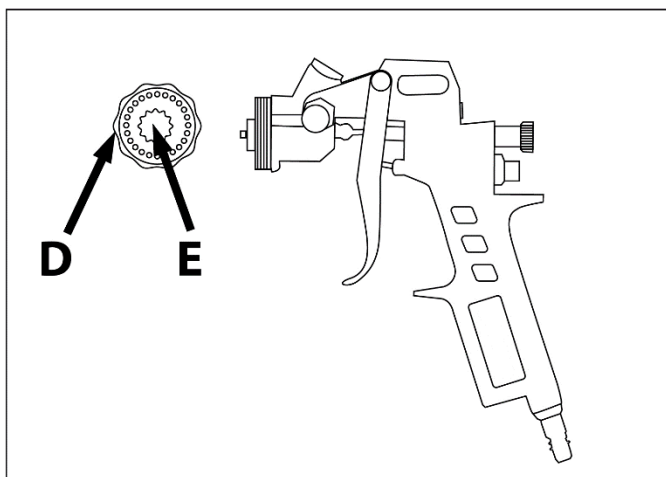
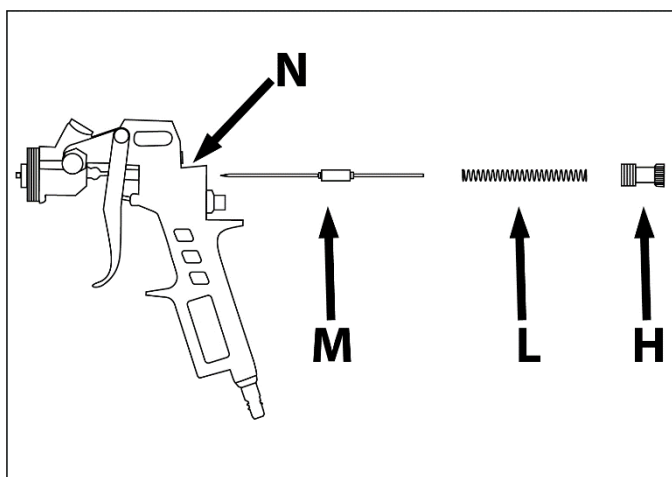

Рис.9
Рис.10
- Для окончательной и полной промывки пистолета открутите распылительную форсунку **D** и кольцо **E** (рис. 9). Снимите иглу **M**, открутив колесико **H** и вынув пружину **L** (рис. 10).
- Периодически смазывайте гнездо **N**, в которое вставляется игла (рис. 10).